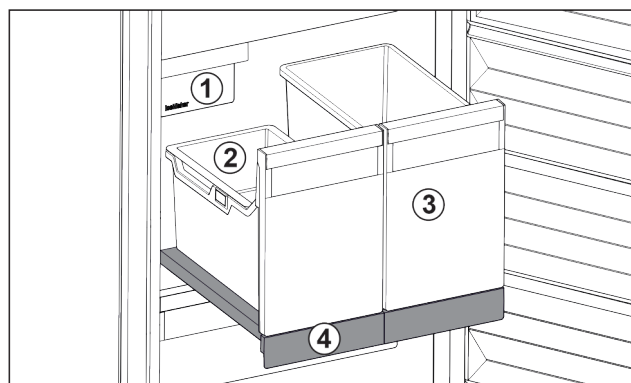

Fig. 28 Vyťahovacia polička s IceTower
Na vyťahovacej poličke sú dve vysoké nádoby (IceTower). V nádobe Fig. 28 (2) sa hromadia a skladujú kocky ľadu z IceMaker. Nádobu Fig. 28 (3) sa hodí na skladovanie vysokých potravín, ako sú pizze alebo alkoholické nápoje.